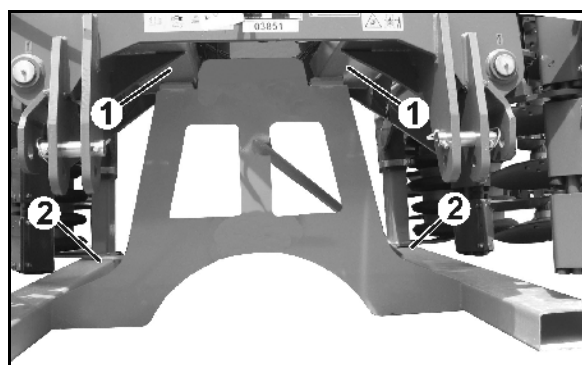

Рис. 22
- горизонтальная поверхность рамы консоли слева и справа в сложенном виде Рис. 22/1.
- четырехгранные трубы рамы катка слева и справа Рис. 22/2.